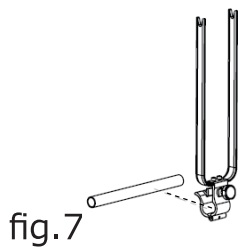
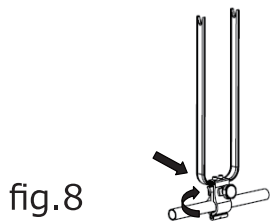

fig.7
fig.8
1. 上記と同様にマウントを取り付けます。(fig.7 / fig.8)